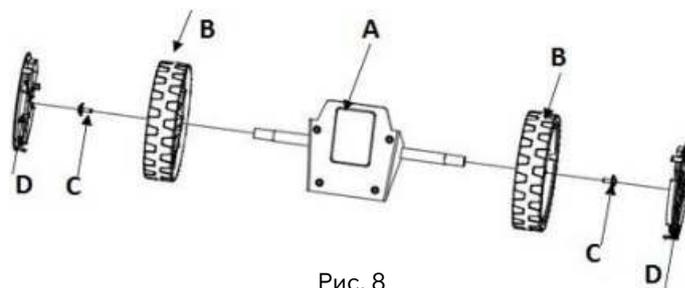

Рис. 8
Установите колеса (В) на оси кронштейна (А) с обеих сторон, зафиксируйте при помощи болтов (С), затем установите на колеса колпаки (D) (Рис. 8).